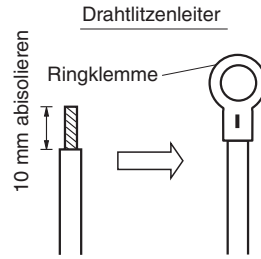
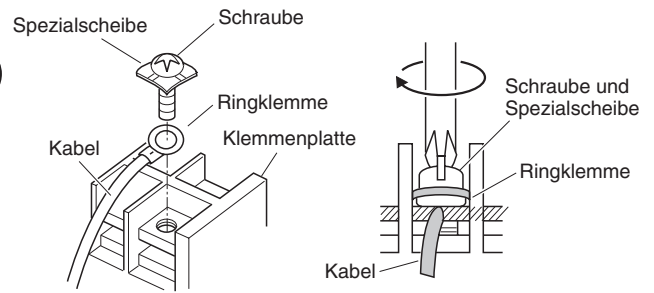

Abb. 4-7
Abb. 4-8
- (1) Das Ende des Kabels mit einem Seitenschneider beschneiden, dann die Isolierung abziehen, um ungefähr 10 mm der Litze freizulegen; danach die Enden der Litze verdrehen. (Abb. 4-7)
- (2) Unter Verwendung eines Kreuzschlitz-Schraubendrehers die Klemmschraube(n) von der Klemmenplatte herausdrehen.
- (3) Mit Hilfe eines Ringklemmen-Werkzeugs oder einer Klemmenzange die Ringklemme fest an jedem freigelegten Kabelende anbringen.
- (4) Die Ringklemme aufschieben, dann die vorher abgenommene Klemmschraube mit dem Schraubendreher wieder festziehen. (Abb. 4-8)